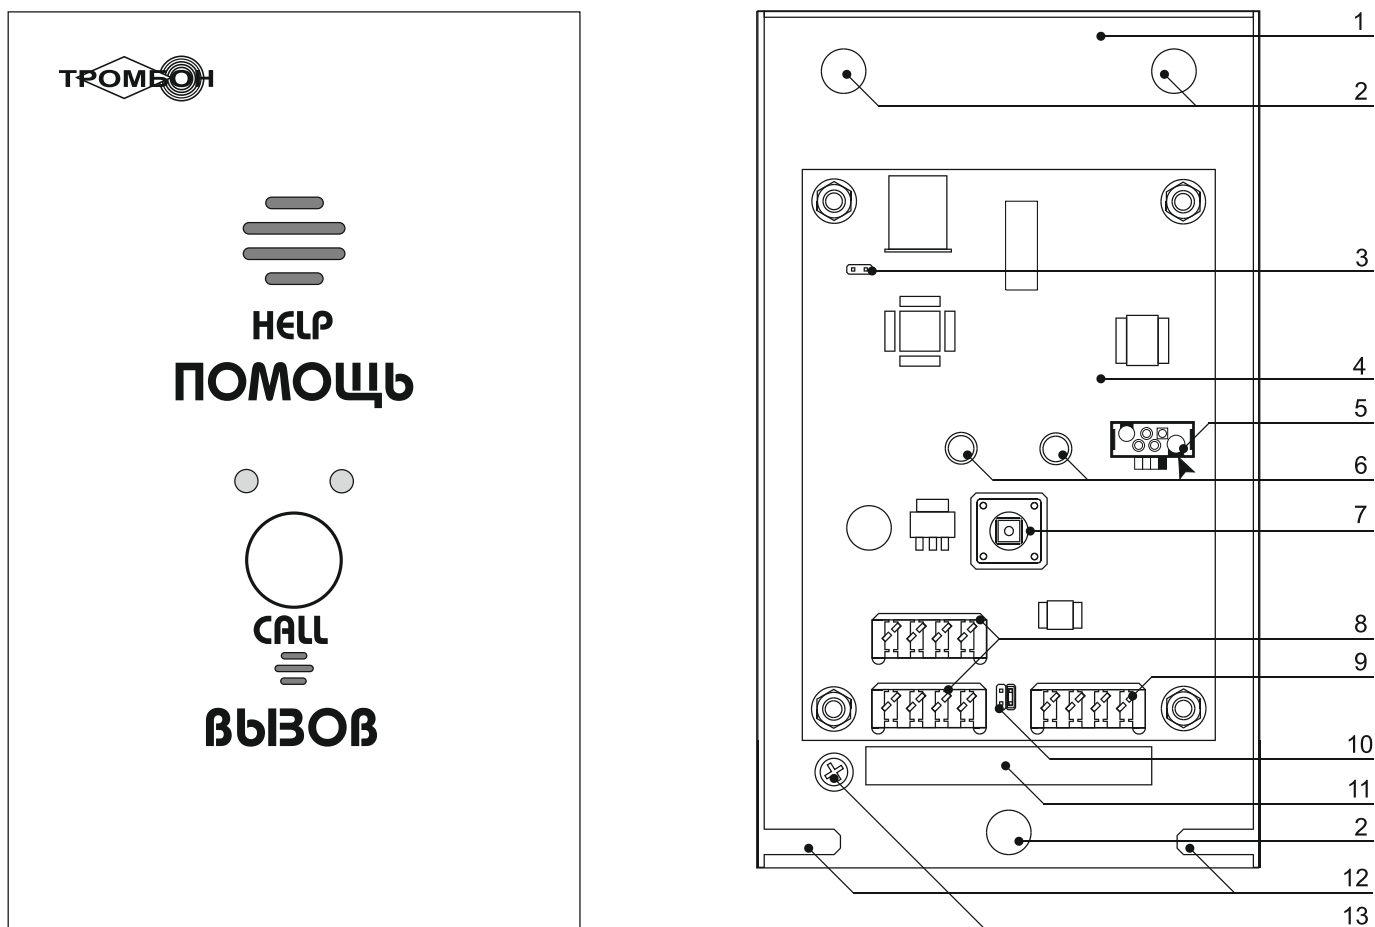

Рис. 1. Внешний вид «Тромбон – СОРС-АВУ» и вид на АВУ со снятой крышкой.
2). Снимите крышку АВУ. Протяните линии связи через специальное отверстие в задней стенке АВУ (рис. 1, поз. 11). Установите АВУ на стену.
3). Подключите к разъемам рис. 1, поз. 8 линию связи с ЛБС и другими АВУ системы. АВУ подключаются к линии связи с ЛБС последовательно, соединений типа «звезда» на одной линии не допускается. Для удобства подключений АВУ имеет два разъема, контакты которых соединены параллельно. К одному разъему подключается линия связи от ЛБС или предыдущего АВУ в линии, ко второму – линия связи со следующим АВУ. Схема подключения указана в приложении 2.
4). Подключите к винту рис. 1, поз. 13 экранирующую оплетку кабеля связи с ЛБС.
5). Включите согласующие резисторы у последних АВУ в каждой линии. Включение резистора выполняется перестановкой перемычки рис. 1, поз. 10 на левую пару контактов.
6). Подключите к разъему рис. 1, поз. 9 устройства помощи МГН. Схема подключения представлена в приложении 3.
7). Возьмите крышку АВУ, подключите кабель от микрофона и динамика, установленных на крышке к соответствующему разъему на плате АВУ, см. рис. 1, поз. 5.
8). Подведите крышку АВУ снизу к основанию, введите выступ крышки в зацепление с выступами основания см. рис. 1, поз 12, далее прижмите крышку к основанию и с небольшим усилием сдвиньте ее вверх, до упора (см. приложение 4 поз 1).
При изменении конфигурации системы или установке в систему ранее использованного АВУ, необходимо выполнить смену его адреса на заводской (по умолчанию). Только после этого возможно запрограммировать это АВУ в систему. Для смены адреса на заводской необходимо на клеммы АВУ рис. 1 поз. 3 установить перемычку, после этого подать питание на АВУ. Адрес АВУ будет заменен на заводской. После этого необходимо снять перемычку и запрограммировать АВУ в систему.